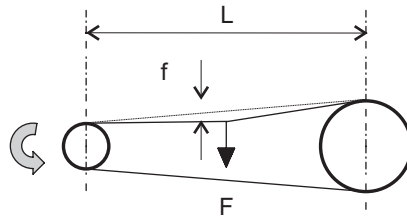

Figura 2 – Controllo tensione cinghia
- Applicare una forza F perpendicolare al tratto libero nella mezzeria tale che provochi una freccia f della cinghia pari a 1,6 mm per 1.000 mm di lunghezza del tratto libero (figura 2);